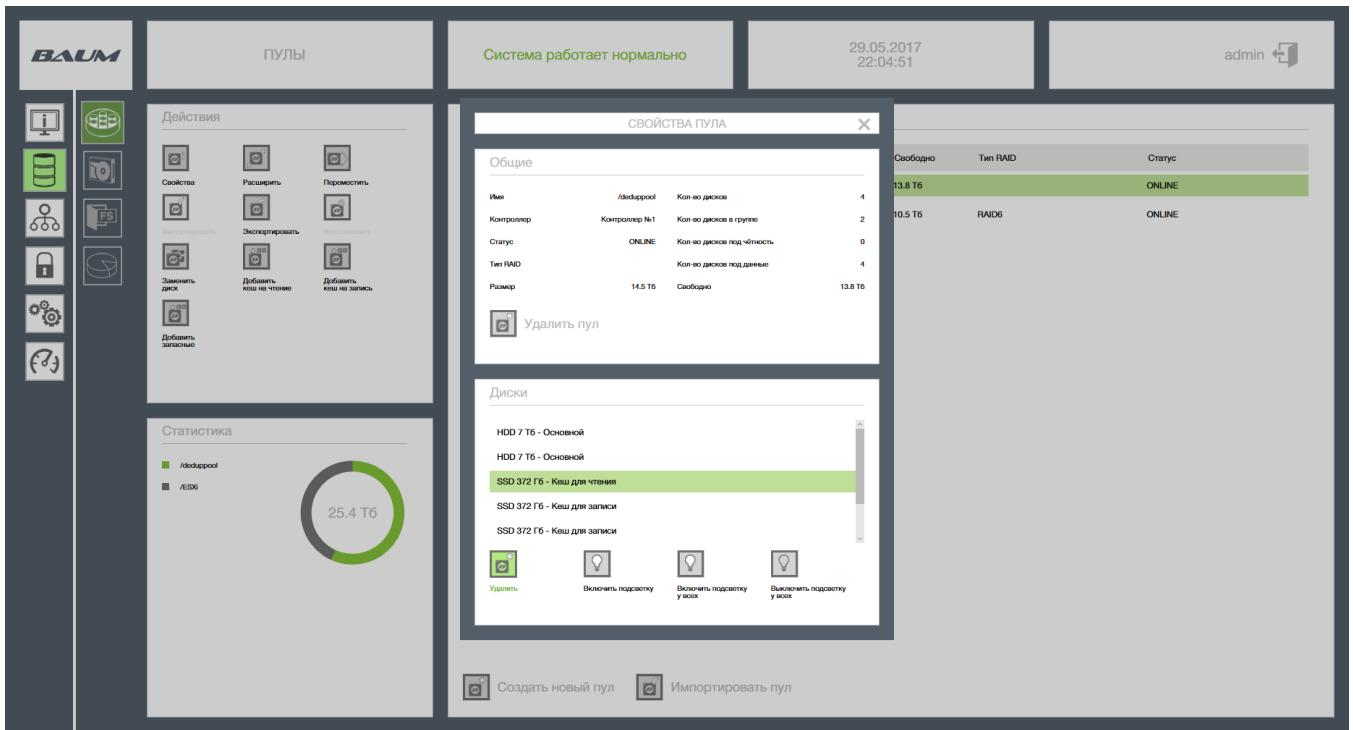

Рисунок 31 – Удаление из массива кэша на чтение
- 3) Из окна «Действия» нажать на кнопку «Свойства» (см. Рисунок 31).